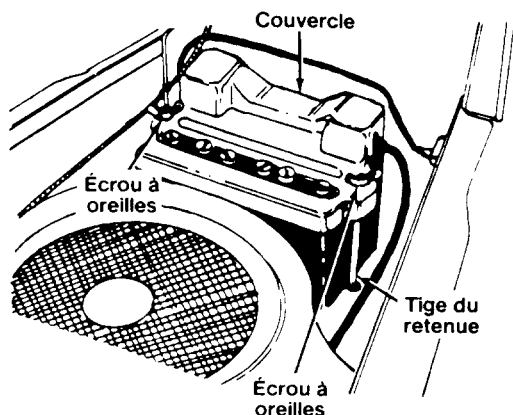

Figure 7
5. Positionnez le couvercle en plastique noir de la batterie sur les tiges de retenue. Attachez-le avec des écrous à oreilles. Voir la figure 7.